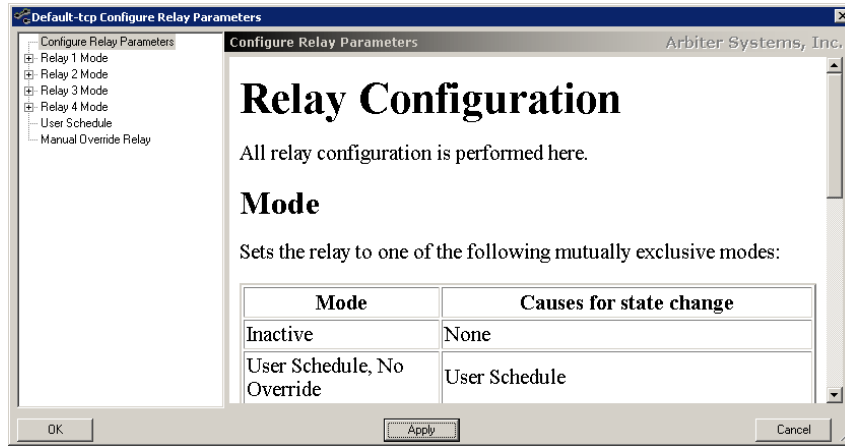

Рисунок 34
8.6.5 Выберите в ПО PSCSVTM Connection > Configure > Relay Parameters или на панели конфигурации нажмите кнопку  и в диалоговом окне, рисунок 34 выберите реле от 1 до 4.
Relay Parameters или на панели конфигурации нажмите кнопку  и в диалоговом окне, рисунок 34 выберите реле от 1 до 4.
8.6.7 Для конфигурации управления дискретным сигналом Trigger– (уставки) выберите в ПО PSCSV™ Connection > Configure > Relay Parameters или на панели конфигурации нажмите кнопку  и в диалоговом окне, рисунок 34 выберите реле от 1 до 4.
8.6.8 Для конфигурации управления дискретным сигналом с использованием режима Communications– (обмен данными) выберите в ПО PSCSV™ Connection > Configure > Relay Parameters или на панели конфигурации нажмите кнопку  и в диалоговом окне, рисунок 34 выберите реле от 1 до 4.